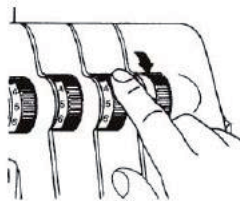

Рис. 4
7. Поверните регуляторы натяжения вниз, пока они не останутся в положении «0» (Рис. 4).